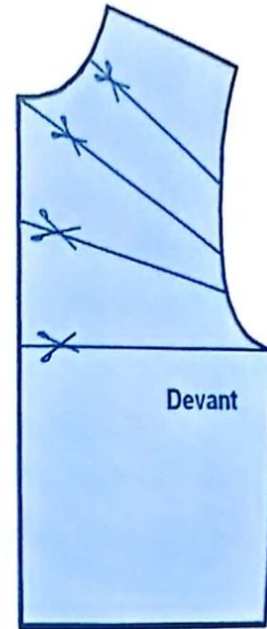

FIG. 7
- 2) Tracez des lignes droites obliques à partir de la ligne milieu devant et de l'encolure vers l'emmanchure comme indiqué sur le schéma (fig.7).